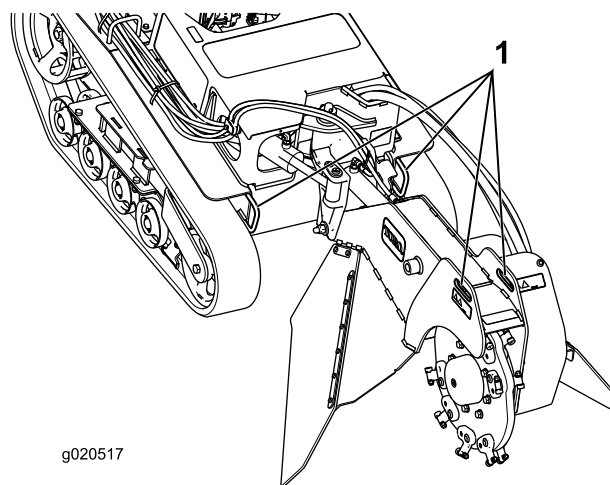
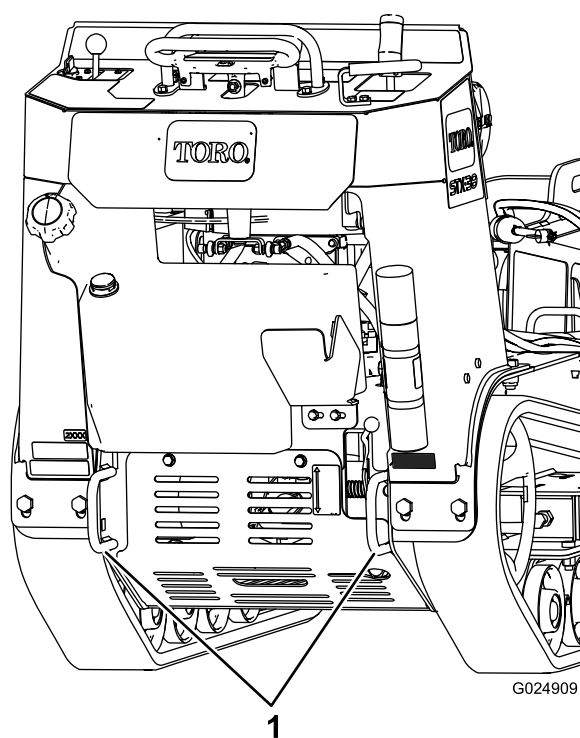

図 22
図 23
3. マシンの前後にあるロープ掛けポイントを利用して、ロープやチェーンなど適切なものでトレーラに機体を固定する 図 22 と 図 23。
ロープ掛けポイントを吊り上げポイントとして利用することができます 図 22 と 図 23。